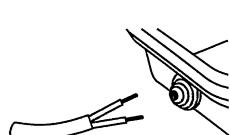

Рис. 1
3.Сделайте отверстие в резиновом гермовводе меньше диаметра кабеля, пропустите кабель через него (Рис.1) и присоедините к клеммной колодке.
- 4.Установите светодиодные лампы с цоколем G13 (в комплект не входят) путем поворота лампы в патронах на 90 градусов. (Рис.1)
- 3.Установите светильник на стену/потолок (Рис.1)